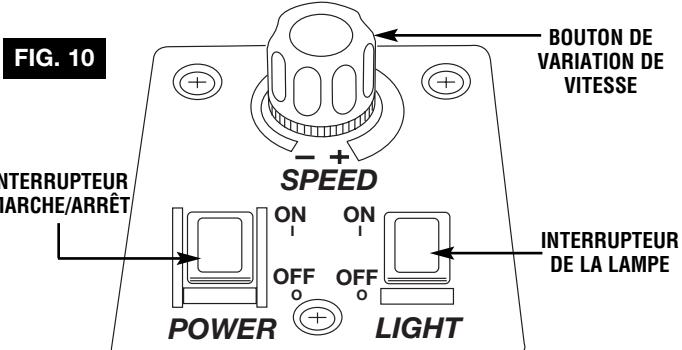

FIG. 10
1. Pour DÉMARRER ou ARRÊTER la scie, appuyez sur l'interrupteur (Fig. 10).